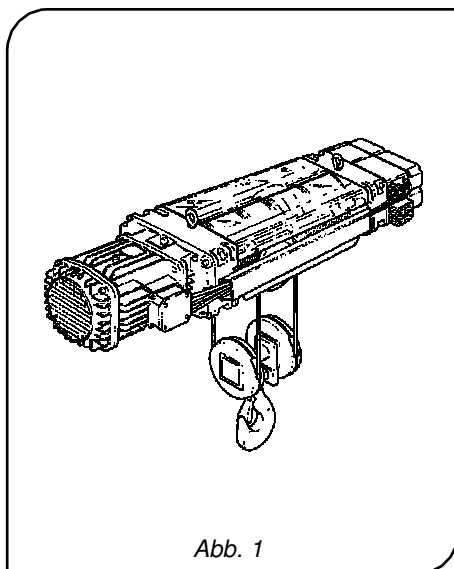

Abb. 1
- **Feste Ausführung:** (Abb. 1)